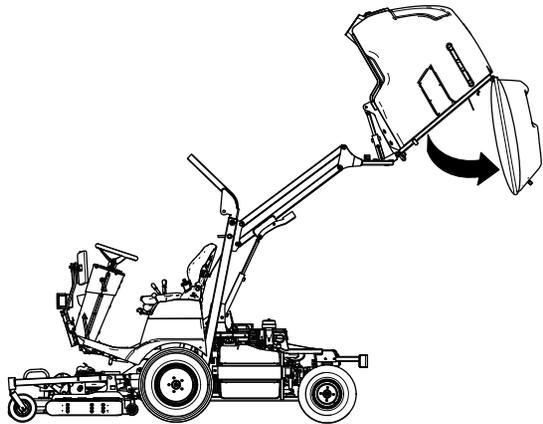

Figure 140
2. Levez la trémie (Figure 140) à sa position maximale ; voir Levée de la trémie (page 32).
3. Videz la trémie (Figure 140) et laissez-la en position de vidage complet, la trappe pendant librement ; voir Déchargement de la trémie (page 33).